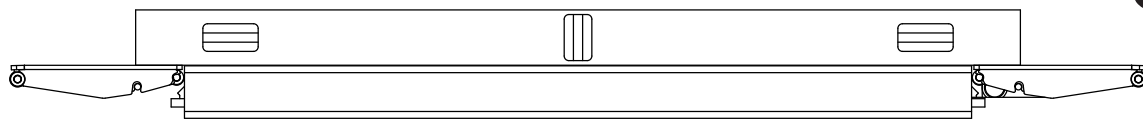

Fig. 8c
5. Verificar se as bases da plataforma estão em nível, Fig. 8c.